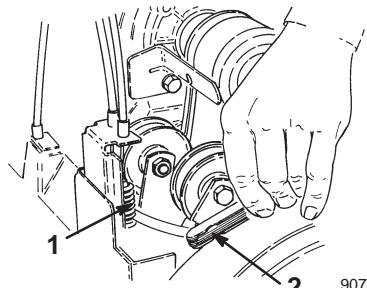

Figure 29
5. Maintenez le levier et insérez une jauge d' épaisseur de 0,25 mm entre un enroulement au centre du ressort (Fig. 29).